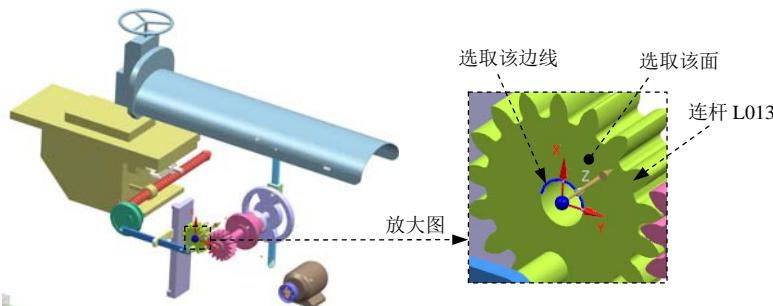

图 10.9.19 定义旋转副 (七)
(1) 定义运动副类型。在“运动副”对话框**定义**选项卡的**类型**下拉列表中选择 **旋转副**选项。
(2) 选择连杆。选取图 10.9.19 所示的连杆 L013。
(3) 定义原点及矢量。在“运动副”对话框的 **指定原点**下拉列表中选取“圆弧中心” 选项，在模型中选取图 10.9.19 所示的圆弧为定位原点参照；选取图 10.9.19 所示的面作为矢量参考面。
(4) 单击 **应用** 按钮, 完成第十一个运动副的添加。